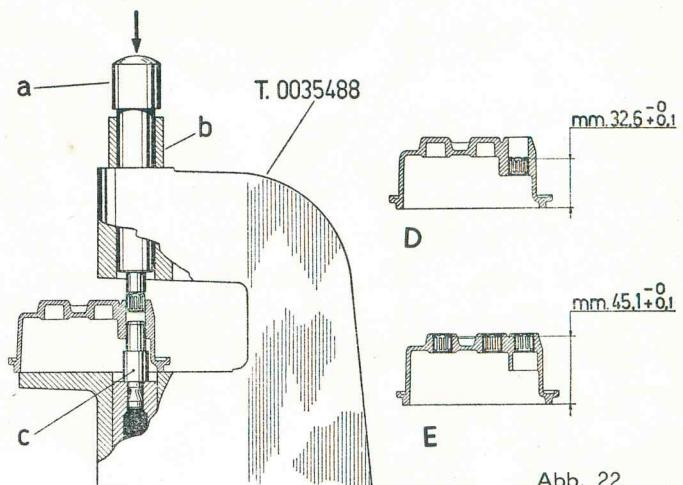
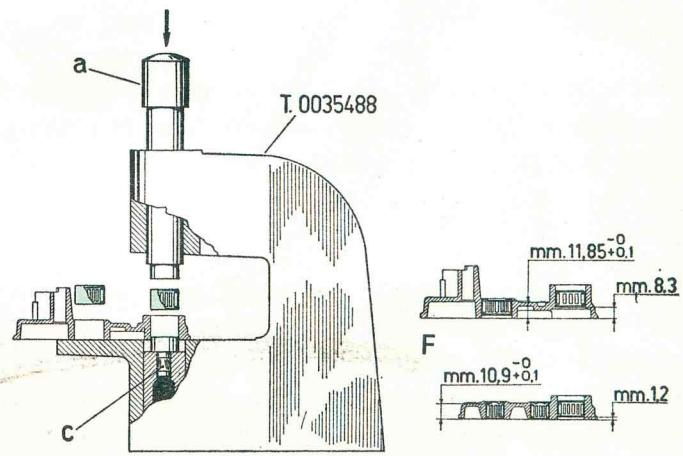

Abb. 22
Abb. 23
Nadelhülsen im Nabengehäuse: Um sie korrekt montieren zu können, **ohne die Einzelteile zu beschädigen**, ist es notwendig, die auf den Abb. 22 und 23 gezeigten Geräte anzuwenden, weil sie den Anweisungen des Käfigherstellers entsprechen. Je nach Arbeitsgang, werden die Teile des Gerätes T. 0035488, wie auf der Anmerkung unter der Abb. 23 angegeben ist, für die Teile « a », « b », « c » der Abbildungen verwendet.
- Für Hinterradnabe **ohne Getriebeautomatik**, Teile 15 - 10 - 8 (Abb. 22 D).
- Für Hinterradnabe **mit Getriebeautomatik**, Teile 15 - 9 - 8 (Abb. 22 E).
- Für Deckel **ohne Getriebeautomatik**, Teile 12 - 11 für Schaft mit Ritzel und Teile 17 - 18 für Antriebswelle (Abb. 23 F).
- Für Deckel **mit Getriebeautomatik**, Teile 13 - 14 für Schaft mit Ritzel, Teile 17 - 18 für Antriebswelle, Teile 15 - 16 für Vorgelegerad und Zahnrad (Abb. 23 G).